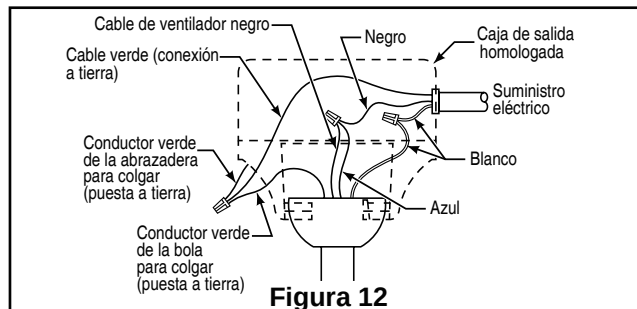

Figura 12
1. Conecte el conductor verde con conexión a tierra de la bola para colgar y el conductor verde con conexión a tierra de la abrazadera para colgar al conductor de suministro con conexión a tierra (posiblemente un conductor desnudo o un cable con aislante verde). Conecte los cables a los conectores provistos de forma segura. Conecte el conductor blanco. (Figura 12)
2. provistos de forma segura. Conecte el conductor blanco del motor del ventilador al conductor blanco (neutro) mediante el conector provisto de forma segura. Conecte el conductor negro del motor del ventilador y el conector azul al conductor negro mediante el conector provisto de forma segura. (Figura 12)